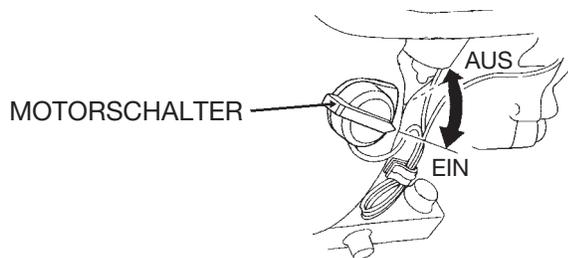

Abb. 47. Motorschalter (am Motor)
3. Den **Motorschalter** am Motor (Abb. 47) auf "OFF" (AUS) stellen.
4. Den **Motorschalter** am Motor (Abb. 47 bzw. 51) auf "OFF" (AUS) stellen. Bei Modellen mit elektrischem Starter muss der Motorschalter am Motor ausgeschaltet sein, um ein Entladen der Batterie zu vermeiden.